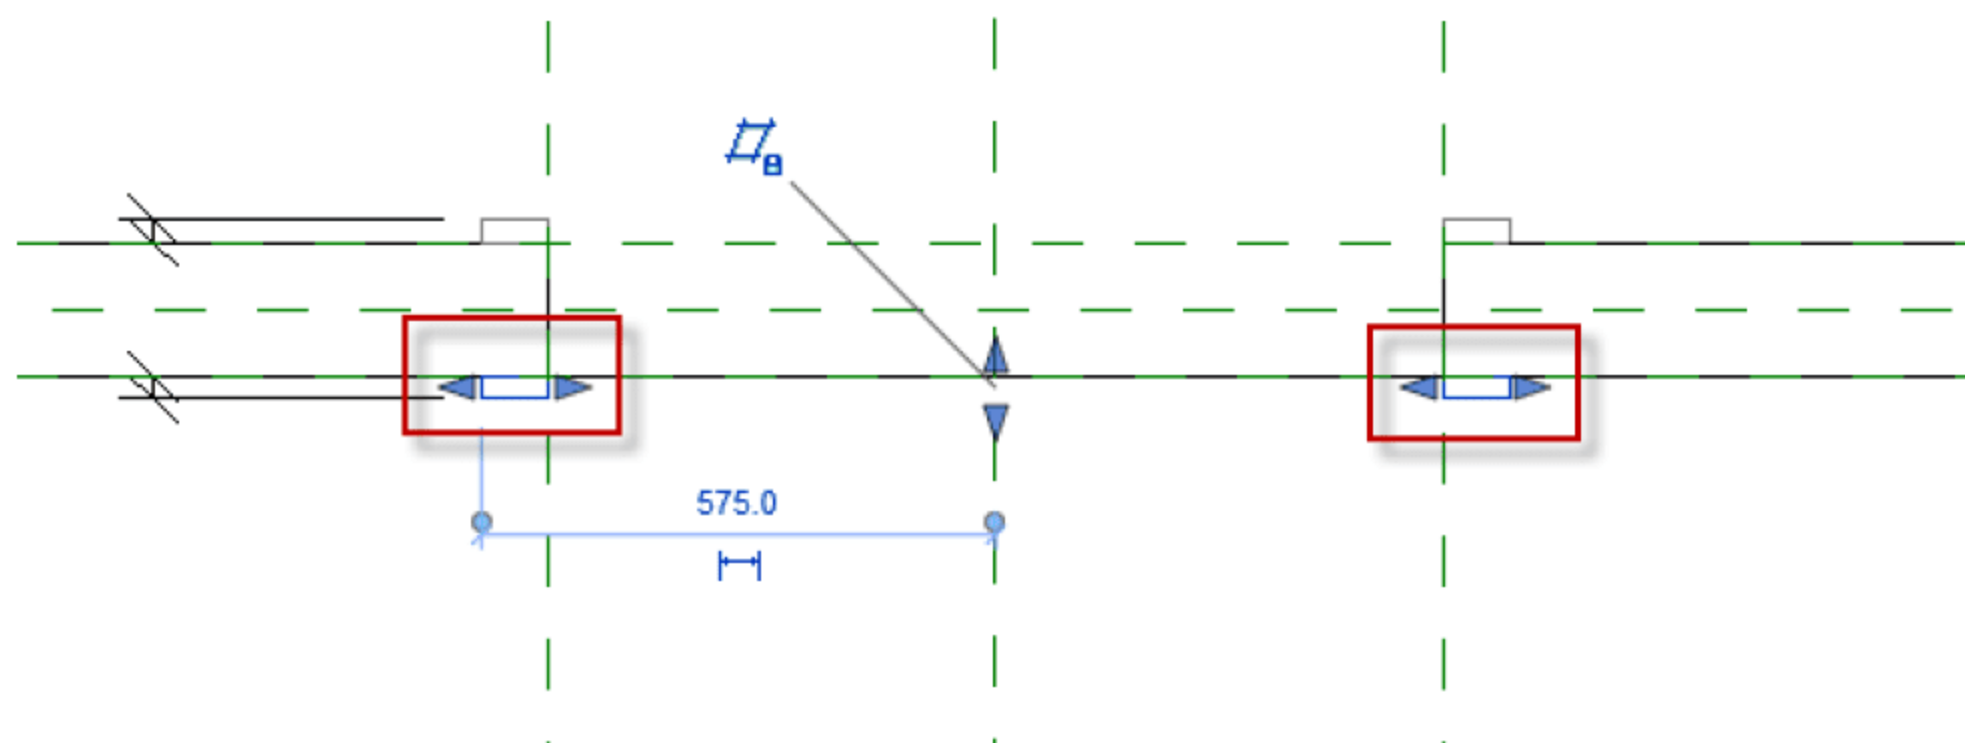

图 8.4.2 删除内部门框
(2) 修改门框。因为电梯内部是不需要门框的，所以需要删除“公制门”族内部的门框。打开“参照标高平面”视图，选中内部门框，按 Delete 键，删除内部门框，如图 8.4.2 所示。